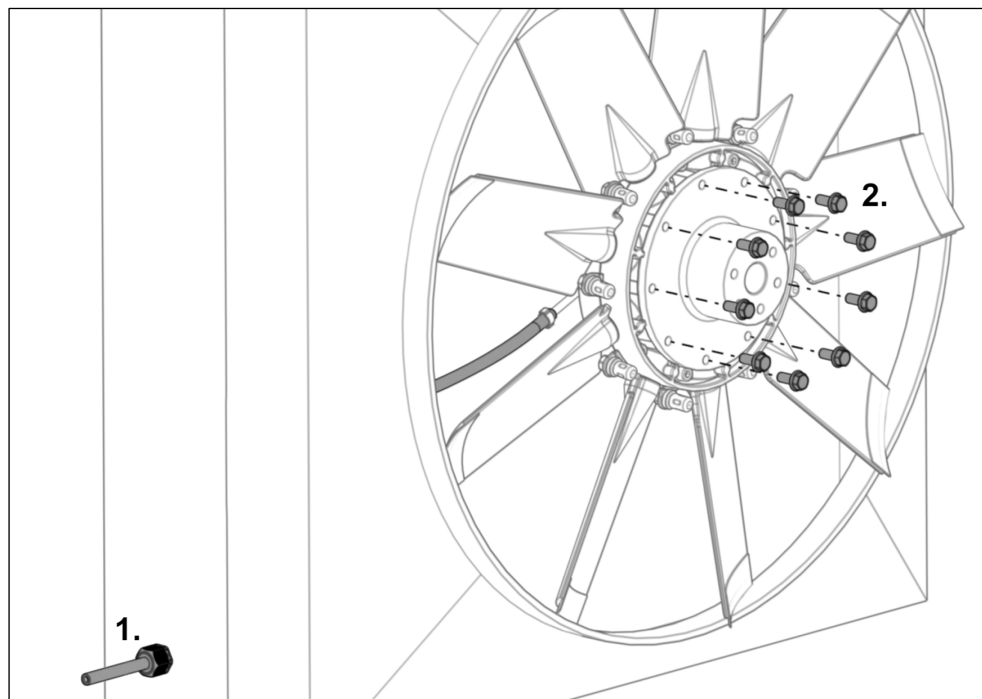

Bild 29
- 20) Dra tryckslangen igenom dragavlastningen (se Bild 29 steg 1).
- 22) Dra åt de medföljande låsskruvarna för hand (se Bild 29 steg 2).